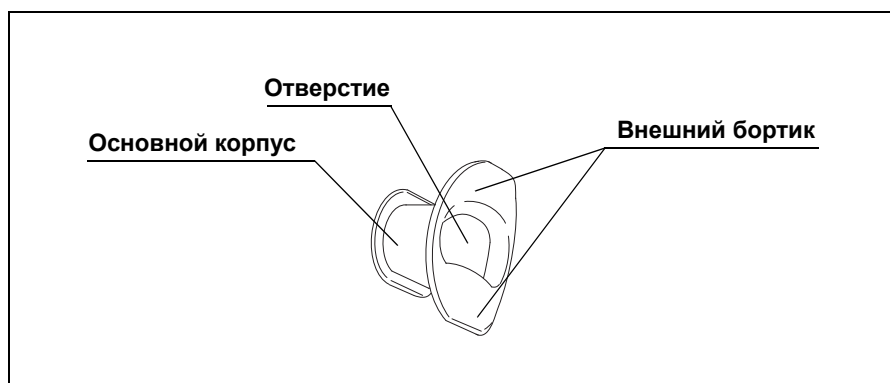

Рис. 3.11
1. Убедитесь в том, что на загубнике нет трещин, деформаций или обесцвечивания поверхности (см. Рис. 3.11).
2. Ощупайте пальцами всю поверхность загубника, чтобы убедиться в отсутствии на ней царапин, трещин и других повреждений (см. Рис. 3.11).